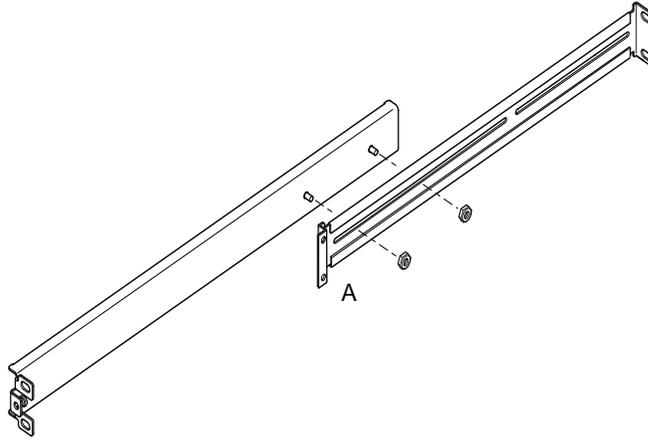

FIGURE 3-1 Glissières pour une armoire d'extension standard de 19 pouces
1. Placez les deux parties de la glissière de manière à positionner correctement la patte bicônique (A).
Pour une armoire standard de 19 pouces, l'extrémité bicônique (A) doit se trouver à l'avant (voir FIGURE 3-1).